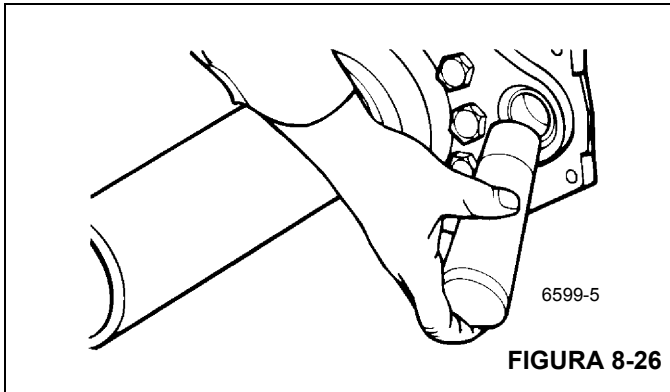

FIGURA 8-26
4. Utilice un impulsor de sellos para instalar sellos nuevos en el árbol de levas y bujes nuevos en la cruceta fundida y en la escuadra del árbol de levas (Figura 8-26).